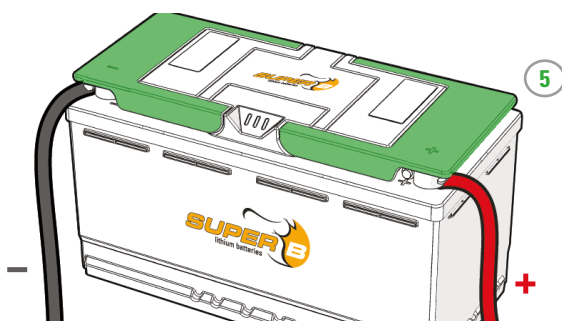

Figura 11. Posizionare i coperchi dei manici sui terminali
5. Posizionare i coperchi dei manici sui terminali. (Figura 11)
4. Posizionare i coperchi dei manici sui terminali. (Figura 11)